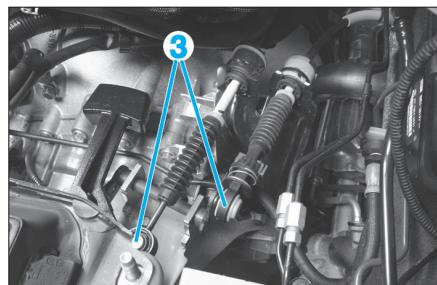

FIG. 5
- le silentbloc du support de boîte de vitesses (2).
• Désaccoupler de la boîte, les câbles de passage et de sélection (3) (Fig.5) de boîte de vitesses à l'aide de l'outil [1].
- Désaccoupler à l'aide de l'outil [1] les câbles de commande et de sélection (Fig.5) de la boîte de vitesses.